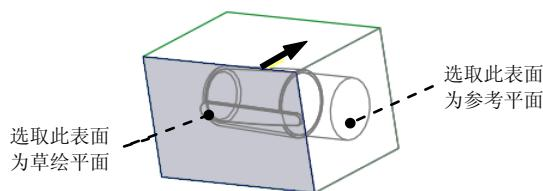

图 7.33 定义草绘平面
(1) 定义草绘截面放置属性。在图形区右击, 从系统弹出的快捷菜单中选择 **定义内部草绘...** 命令; 在系统 **选择一个平面或曲面以定义草绘平面** 的提示下, 选取图 7.33 所示的坯料表面为草绘平
面, 接受默认的箭头方向为草绘视图方向, 然后选取图 7.33 所示的坯料侧面为参考平面, 方向为 **右**。单击 **草绘** 按钮, 进入草绘环境。